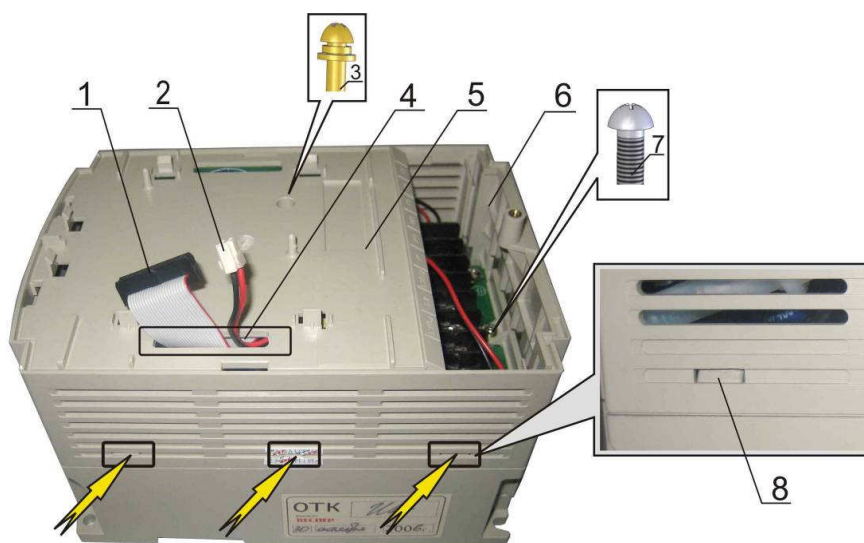

Рис.6.6
- 6.4.1. Отжать фиксаторы с двух сторон решётки кабельных вводов 6 (рис. 6.6). Демонтировать решётку и положить в тару.
- 6.4.2. Отжать поочерёдно фиксаторы 8 с двух сторон средней части корпуса 5 (рис. 6.6).
- 6.4.3. Продеть в отверстие 4 средней части корпуса шлейф ЦП 1 и провод питания платы ЦП 2 (рис. 6.6). Демонтировать среднюю часть корпуса и положить в тару.